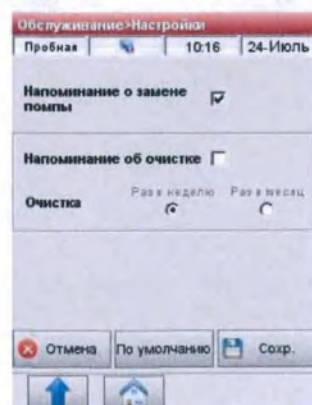

Рис.3-99 Параметры напоминания
4. На экране <Настройки> (Рис.3-99) вы можете выбрать <Напоминание о замене помпы>, чтобы предупреждать вас о необходимости замены Перистальтического насоса.